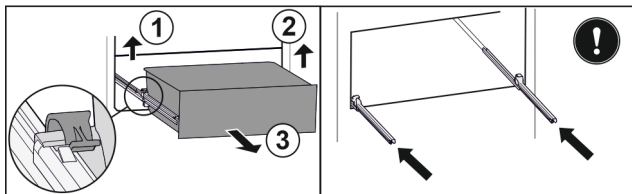

Fig. 206
- Linke Klemme anheben und gleichzeitig Schubfach links nach vorne ziehen. Fig. 206 (1)
- Rechte Klemme anheben und gleichzeitig Schubfach rechts nach vorne ziehen. Fig. 206 (2)
- Schubfach nach vorne entnehmen. Fig. 206 (3)